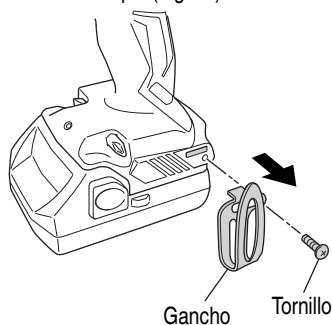

Fig. 13
- (2) Retirada del gancho. Extraiga los tornillos que sujetan el gancho con un destornillador Philips. (Fig. 13)